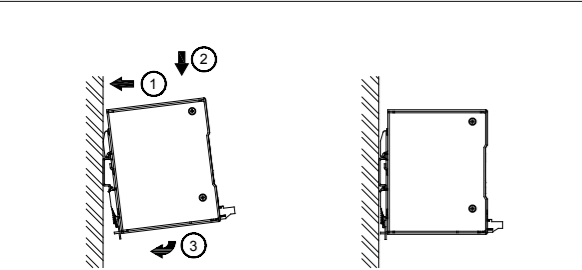

Figure 2
### 3. Montage (Abb. 2)
- Einrasten des Geräts in DIN-Schiene, wie in Abb. 2 dargestellt.